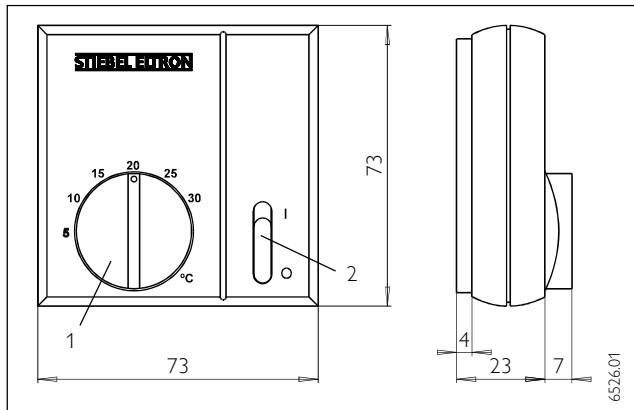

Abb. 1 / Fig. 1 / Afb. 1
An dem Drehknopf (Abb.1, Pos.1) kann die gewünschte Raumtemperatur eingestellt werden. Der Schalter (Abb. 1, Pos. 2) dient zum generellen Ein- oder Ausschalten des Heizgerätes.
The room temperature can be adjusted with the rotary dial (Fig. 1, Pos.1).
The switch (Fig. 1, Pos. 2) is used for switching the appliance on and off.
Le bouton de réglage (fig. 1, pos. 1) permet de régler la température ambiante désirée.
L'interrupteur (fig. 1, pos. 2) permet la mise en marche ou l'arrêt du thermostat.
De draaiknop (afb. 1 pos. 1) dient voor het afregelen van de gewenste kamertemperatuur. De schakelaar (afb. 1 pos. 2) dient voor het algemeen uitschakelen van het toestel.